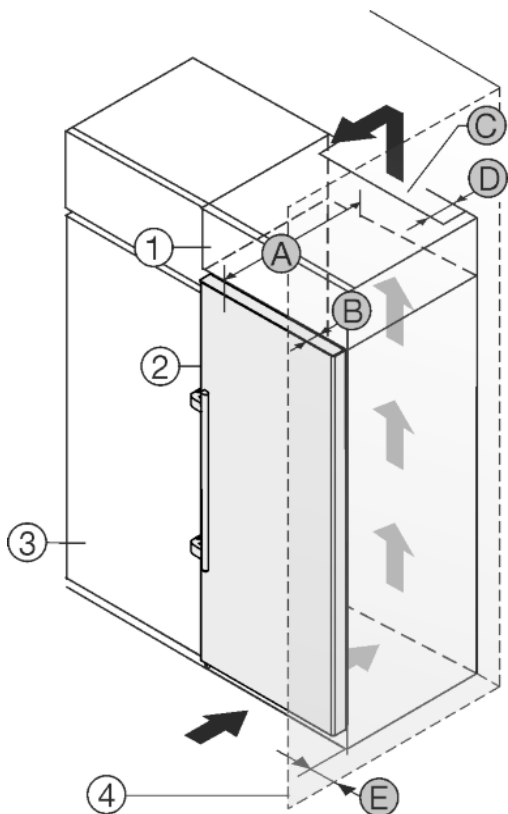

Fig. 30
Устройство может быть окружено кухонными шкафами. Чтобы уравнять устройство Fig. 30 (2) по высоте с кухонной стенкой, можно установить над устройством дополнительный шкафчик Fig. 30 (1).
Установить устройство можно непосредственно рядом с кухонным шкафом Fig. 30 (3). Чтобы можно было полностью открыть двери, устройство должно выступать на глубину Fig. 30 (B) относительно передней стенки кухонного шкафа. В зависимости от глубины кухонных шкафов и использования пристенных распорок устройство может выступать и больше.
- На задней стенке дополнительного шкафчика должен быть вентиляционный канал с глубиной Fig. 30 (D) по всей ширине этого шкафа.
- Нужно соблюдать вентиляционное отверстие Fig. 30 (C) под нижней панелью.
Если устройство установлено на шарнирах у стены Fig. 30 (4), то нужно соблюдать расстояние Fig. 30 (E) между устройством и стеной. Настолько выступает ручка при открытой двери.